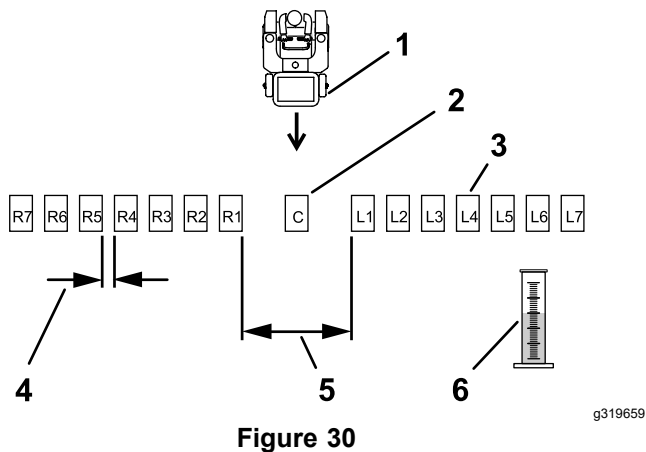
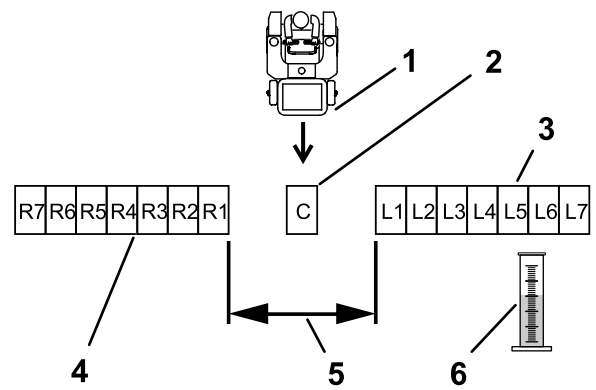

Figure 30
Figure 31
3. Placez les autres bacs en ligne droite, comme montré à la Figure 30 ou la Figure 31.
Disposez six autres bacs de chaque côté en les espaçant de 30 cm (12 po) (Figure 30).
Disposez six autres bacs côte-à-côte de chaque côté (Figure 31).
8. Étiquetez chaque éprouvette de dosage en fonction du bac correspondant (par exemple L2, L1, Central, R1, R2) (voir Figure 30 et Figure 31).